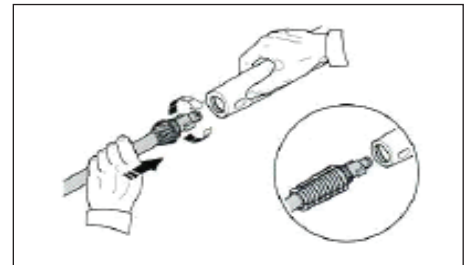

Figure 12 - Attachez la lance au pistolet.
3. Attachez la lance au pistolet (voir la figure 12).
8. Attachez la lance au pistolet (voir la figure 12).
6. Attachez la lance au pistolet (voir la figure 12).